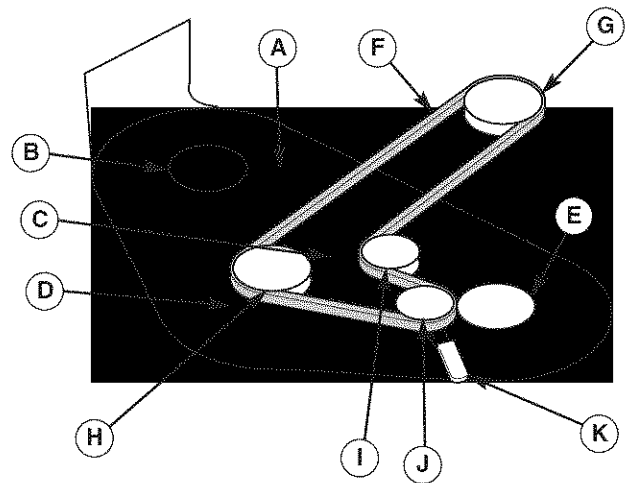

**Figura 41. Nivelado de Adelante hacia Atrás**
2. Para subir/bajar el frente de la cubierta de la podadora, afloje la tuerca delantera (A, Figura 41 diagrama pequeño) y gire la tuerca trasera (B) contra el collar de fijación (C) para acortar la varilla (D).
3. Verifique nuevamente la medida antes de apretar la tuerca delantera (A) contra el collar de fijación.